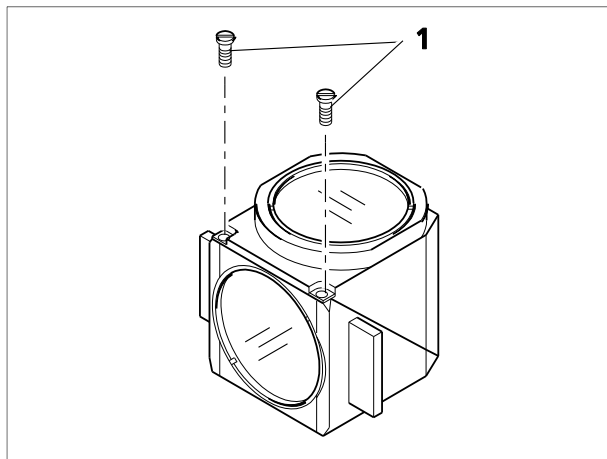

Figure 3-37 Ouverture d'un séparateur de faisceau
- Dévisser les deux vis fendues (Figure 3-37/1) à l'aide d'un tournevis.